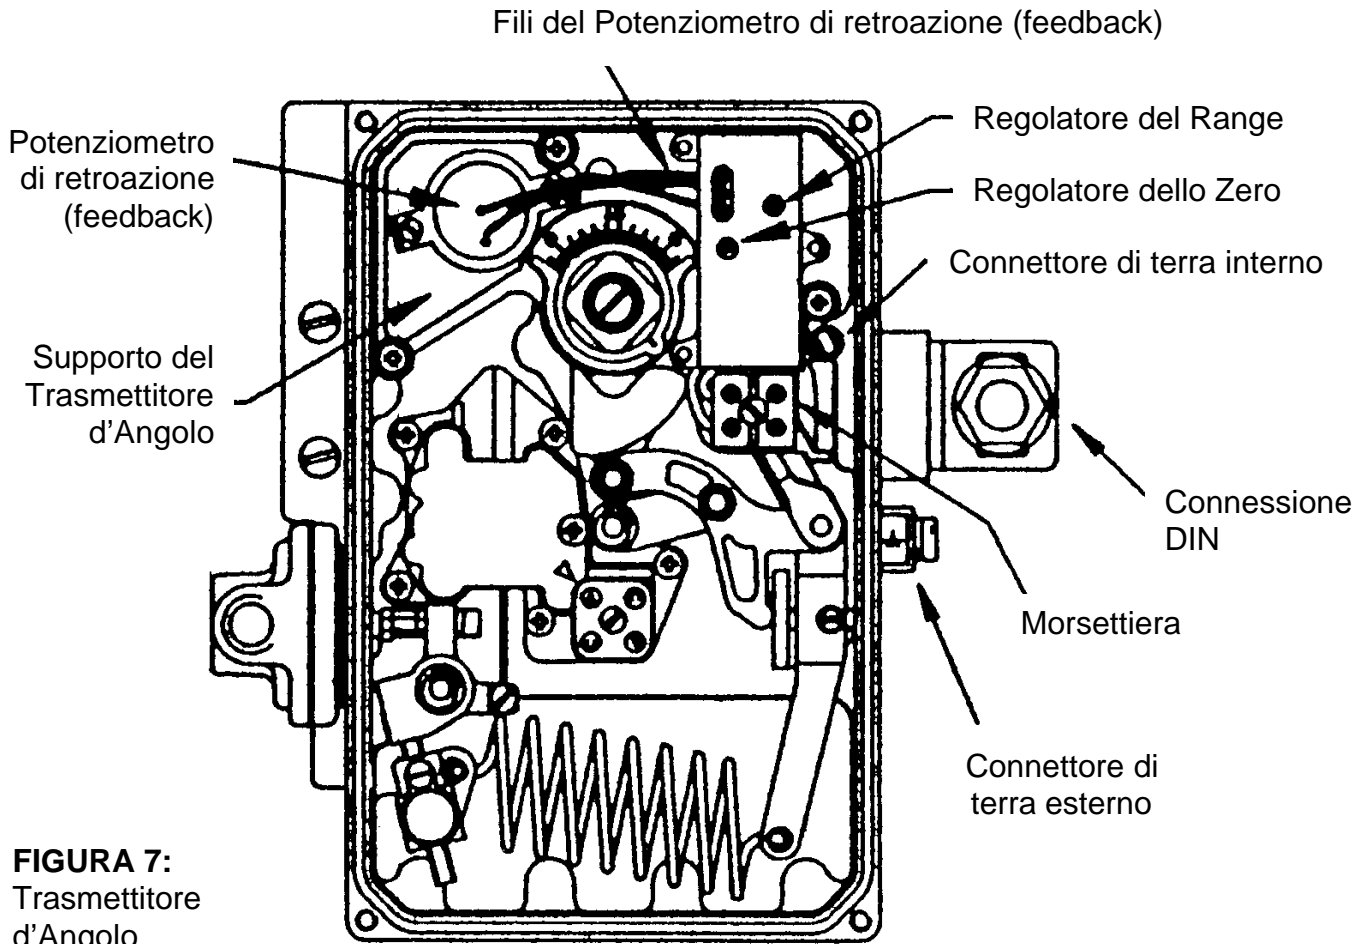

FIGURA 7:
4.4.2 Rimuovere il coperchio del posizionatore e svitare le tre viti M4 che trattengono il supporto rosso del Trasmettitore come mostrato in figura 7. Allentare sufficientemente la Vite Centrale in modo da permettere di estrarre l'accoppiamento completo di trasmettitore dal quadro dell'attuatore.
Osservare Figura 7 e 8 di pagina 12 e lo schema elettrico di collegamento qui riportato
6.1.2 Rimuovere il coperchio del posizionatore, svitare le tre viti M4 che trattengono il supporto rosso del trasmettitore e svitare la Vite Centrale dell'accoppiamento. Scollegare dalla morsettiera i due fili connessi al connettore DIN (se collegati), come in figura 7, e con attenzione rimuovere il giunto di accoppiamento e il Trasmettitore contemporaneamente.
6.2.2 Rimuovere il coperchio del posizionatore e svitare le tre viti M4 che tengono il supporto rosso del Trasmittitore, svitare le due viti sulla morsettiera connessa alla presa DIN (se presente), come mostrato in figura 7. Allentare la vite di fissaggio del giunto di accoppiamento quanto basta per estrarre il giunto di accoppiamento e il Trasmittitore dal quadro dell'attuatore.
6.4.2 Rimuovere il coperchio del posizionatore e svitare le tre viti M4 che tengono il supporto rosso del Trasmettitore, scollegare dalla morsettiera i due fili diretti al connettore DIN (se presente), come mostrato in figura 7. Allentare la vite di fissaggio del giunto di accoppiamento quanto basta per estrarre il giunto e il Trasmettitore dal quadro dell'attuatore.